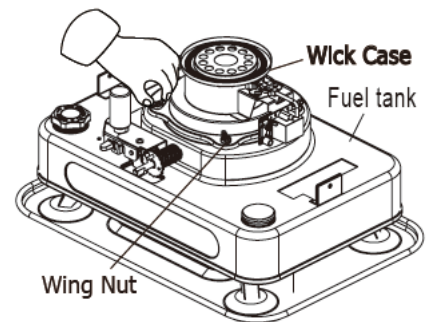

Fig.21
10. Vervang de kousbehuizing in de brandstoftank. (Fig.21)